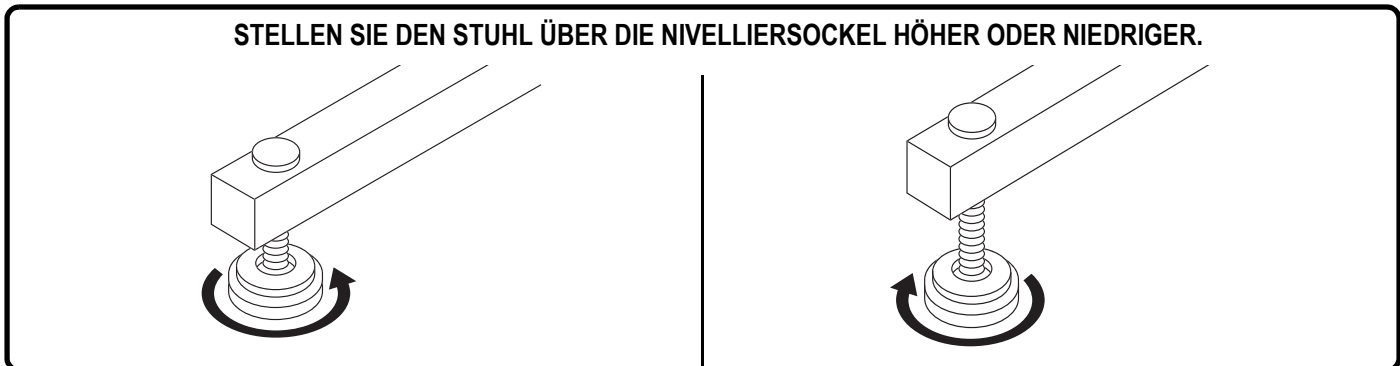

Abbildung 3.2 Nivelliersockel
**Nivelliersockel:** Über die Nivelliersockel sorgen Sie für eine standfeste Bodenaufgabe des Aufrichtestuhls (**Abb. 3.2**).
2. Sorgen Sie mit Hilfe der Nivelliersockel für eine gute Standfestigkeit des Aufrichtestuhls (**Abb. 3.2**).